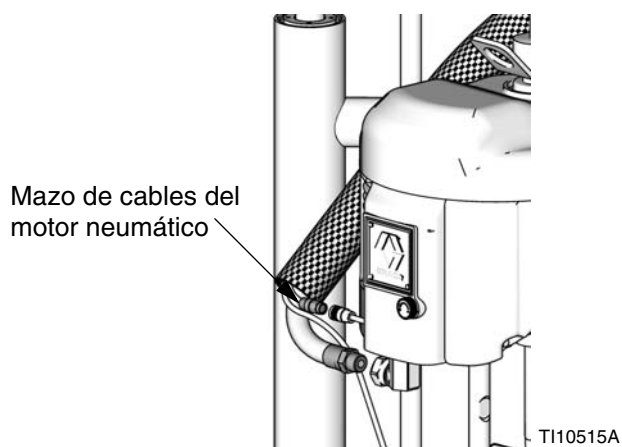
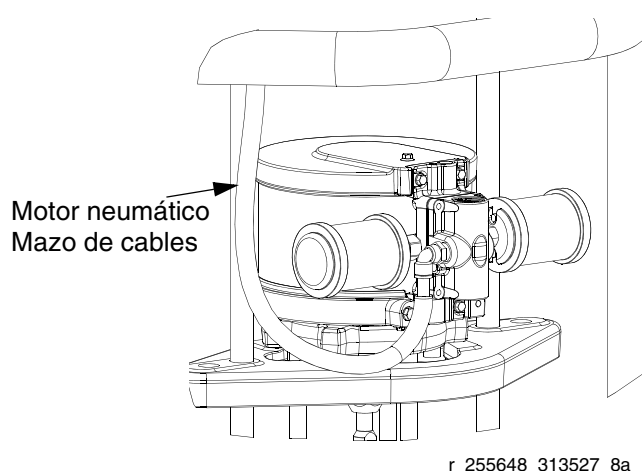
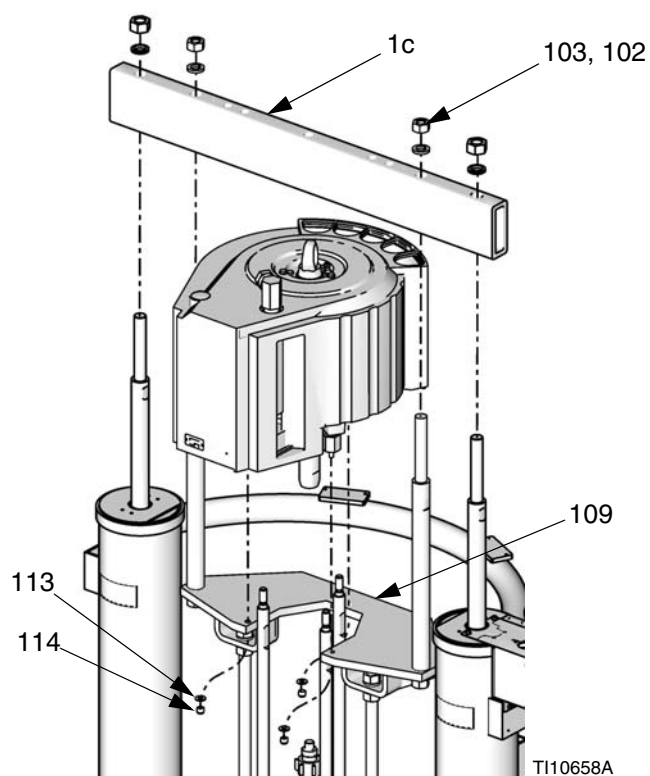

FIG. 21: Arnés del motor de aire NXT 2200-6500
FIG. 22: Arnés del motor de aire NXT 200-1800
FIG. 28: Motores neumáticos Premier
3. Conecte la manguera de aire al motor. Si utiliza un DataTrak remoto, conecte las conexiones eléctricas al motor neumático. Vea FIG. 21 u FIG. 22 en la página 25.
1. Baje el motor neumático hasta la placa de apoyo (109) con un dispositivo de izado adecuado. Vea FIG. 28.
2. Fije el motor a la placa de montaje (109) con tuercas (114) y arandelas (113).
3. Monte el travesaño (1c), tuercas (103) y arandelas (102).
5. Conecte la manguera de aire al motor. Si utiliza un DataTrak remoto, conecte las conexiones eléctricas al motor neumático. Vea FIG. 21 en la página 25.